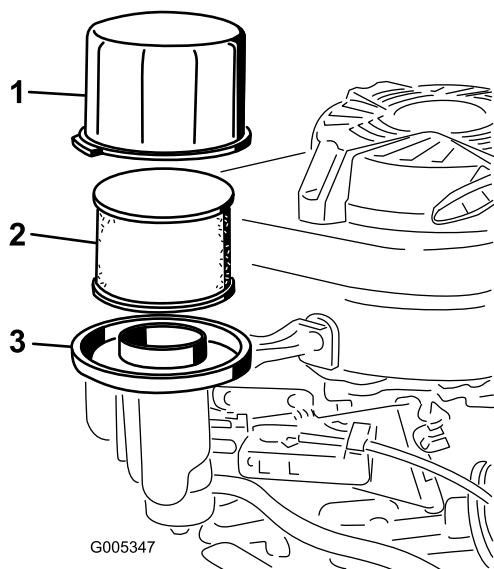

Figure 23
3. Déposez le couvercle et nettoyez-le soigneusement (Figure 23).
4. Retirez le préfiltre en mousse et l'élément filtrant en papier de la base du filtre à air (Figure 23).